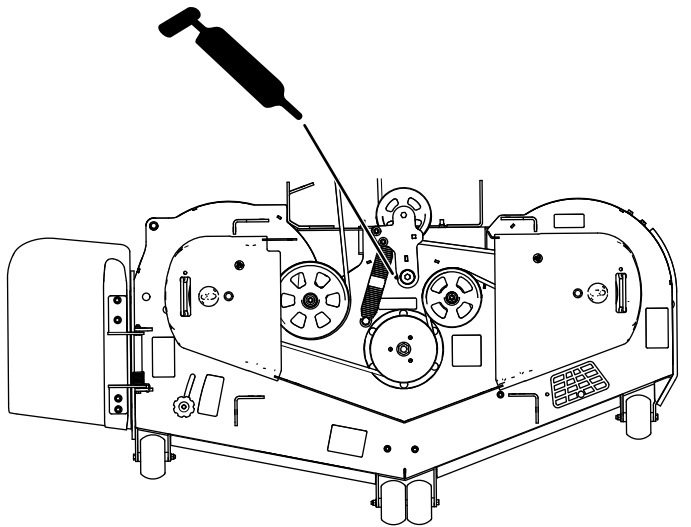

Figura 39
3. Engrase el pivote de la polea tensora de la carcasa de corte hasta que salga grasa por el extremo inferior (Figura 39).
4. Engrase el brazo tensor de la correa de transmisión (Figura 39).